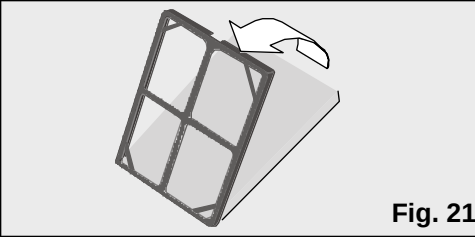

Fig. 21
- Verificar que o filtro purificador duplo activo esteja colocado no posicionador; caso contrário, instale-o tal como se indica na **Fig 21**. Colocar a parte escura do filtro em contacto com o posicionador.